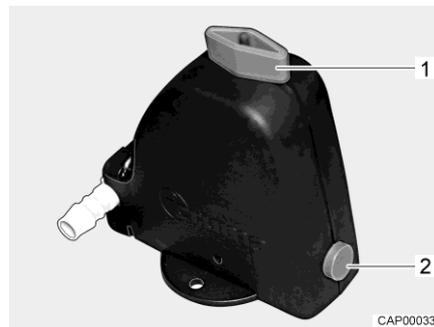
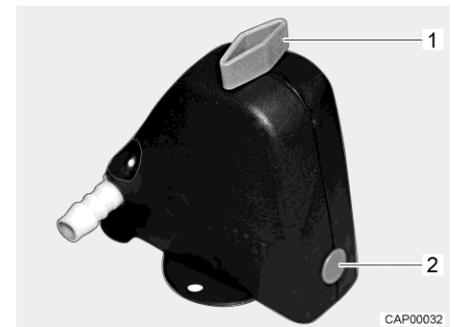

Fig. 132 Valvola di sicurezza/di scarico aperta
Fig. 133 Valvola di sicurezza/di scarico chiusa
- Chiudere la valvola di sicurezza/di scarico. A tal fine ruotare la manopola (Fig. 132,1) trasversalmente rispetto alla valvola di sicurezza/di scarico e premere verso l'interno il bottone automatico (Fig. 132,2). La valvola di sicurezza/di scarico chiusa è rappresentata in Fig. 133. Con temperature inferiori a 6 °C non è possibile chiudere la valvola di sicurezza/di scarico.